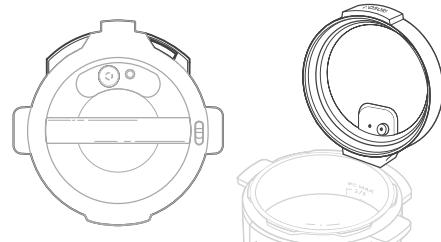

Figura 1.5
- Per comodità, il coperchio può essere inserito nell'apposito supporto situato sul retro della base della pentola a pressione. **[Figura 1.5]**